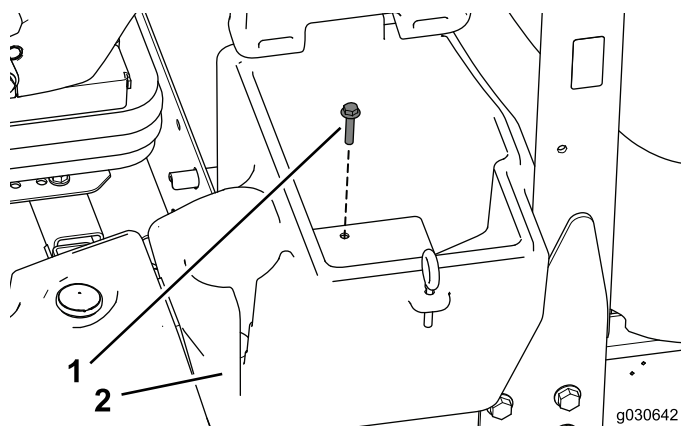

Figura 1
1. Rimuovete e conservate il bullone che fissa il vano portaoggetti situato sul lato sinistro della macchina (Figura 1).